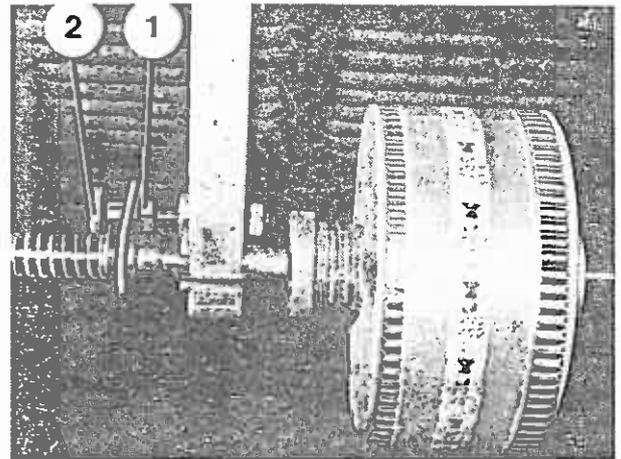

Bild 84
2. Zum Verstellen der Einwicklerrolle Gegenmutter (Bild 84/1) lösen und durch entsprechendes Verdrehen der Rändelschraube (Bild 84/2) Einwicklerrolle mittig einstellen.